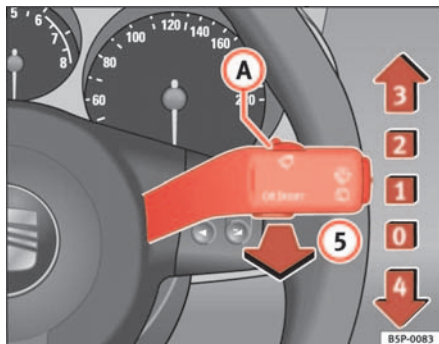

Abb. 84 Scheibenwischer- und Scheibenwascherhebel
Der Scheibenwischerhebel \Rightarrow Abb. 84 hat folgende Stellungen:
- Wenn bei eingeschalteter Wischerstufe **2** ⇒ Seite 125, Abb. 84 oder **3** das Fahrzeug anhält, wird automatisch auf die nächste Stufe heruntergeschaltet. Fährt das Fahrzeug wieder an, wird erneut auf die eingestellte Wischerstufe hochgeschaltet.